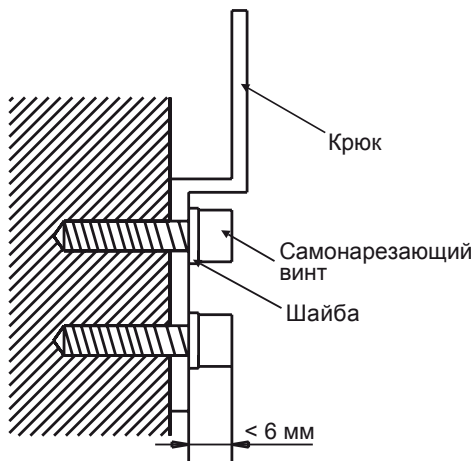

Рис. 4-8
- 1 Прикрепите крюки самонарезающими винтами к стене. (см. рис. 4-8)